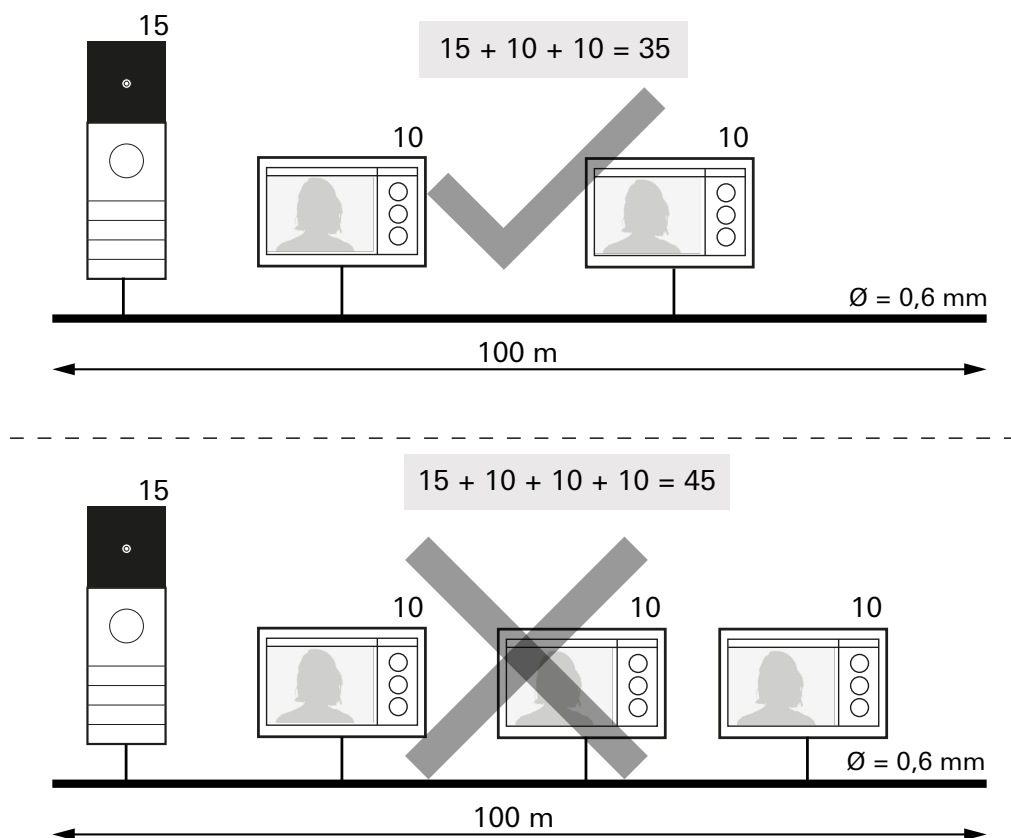

Bild 5: Berechnung der Systemgrenzen (Beispiel)
3. Anzahl der Endgeräte pro Leitungsstrang anhand der Tabellen berechnen, siehe Bild 5.